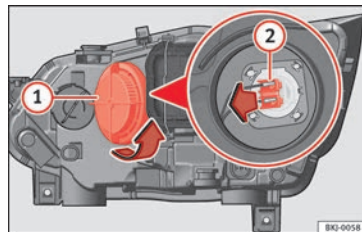

Abb. 109 Im Motorraum: Glühlampe Fernlicht.
- Drehen Sie die Abdeckung **1** nach links und nehmen Sie sie heraus » **Abb. 109**.